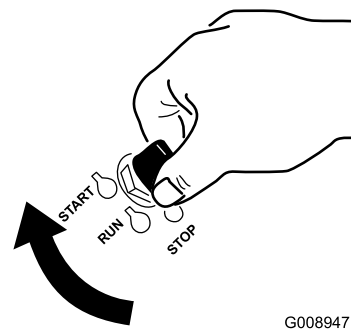

Figura 21
- Gire la llave de contacto a la posición de ARRANQUE (Figura 21).